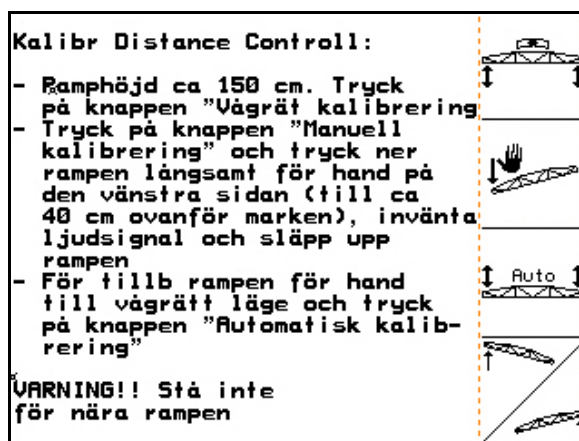

Bild 31
1. (Bild 31) starta automatisk kalibrering.